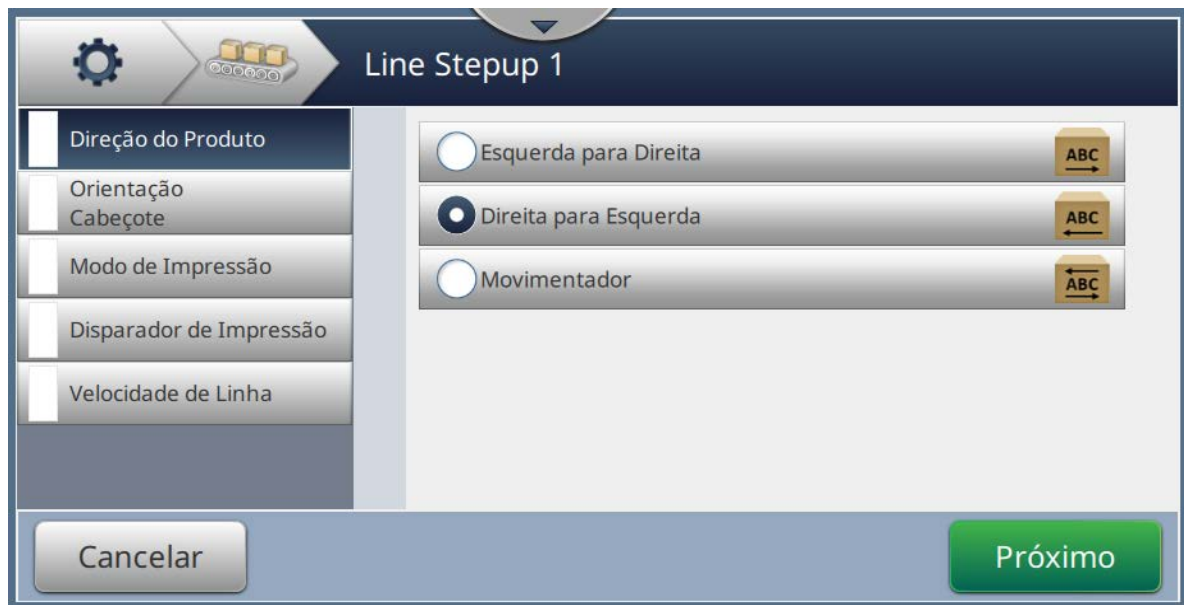

Figura 6-28: Configurações de definição de linha
4. Para realizar a Definição de linha, siga as etapas para avançar por cada configuração, selecionando a opção necessária, como mostra a Figura 6-28.
1. Toque na opção *Direção do produto* na tela de configuração de definição de linha, como mostra a Figura 6-28.